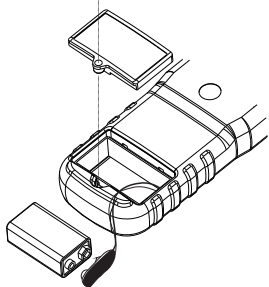

Figura 4. Sostituzione della batteria
L'apparecchio utilizza una batteria da 9 V (in dotazione). Per sostituire la batteria, seguire questi passaggi e fare riferimento alla Figura 4:
4. Sostituire la batteria come mostrato nella Figura 4. Rispettare la polarità della batteria indicata nel vano batteria.